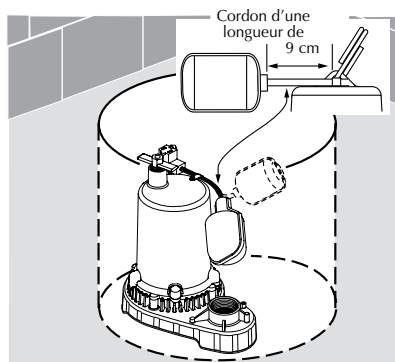

Figure 3
3. Mettre la pompe dans les puisards en s'assurant que rien ne gênera le fonctionnement de l'interrupteur. Pour les modèles d'interrupteur à cordon, la longueur du cordon devrait être de 9 cm (Se reporter à la figure 3).